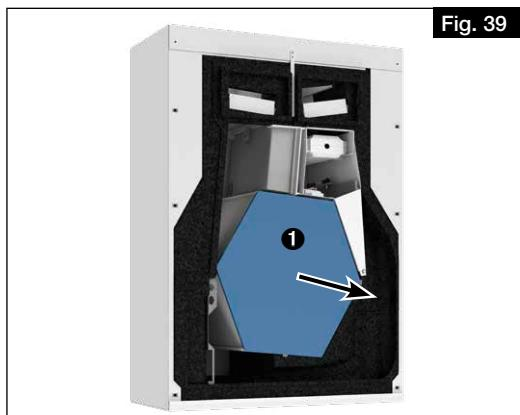

Fig. 39
3. Carefully remove the heat exchanger ① from the unit („Fig. 39“ auf Seite 28).